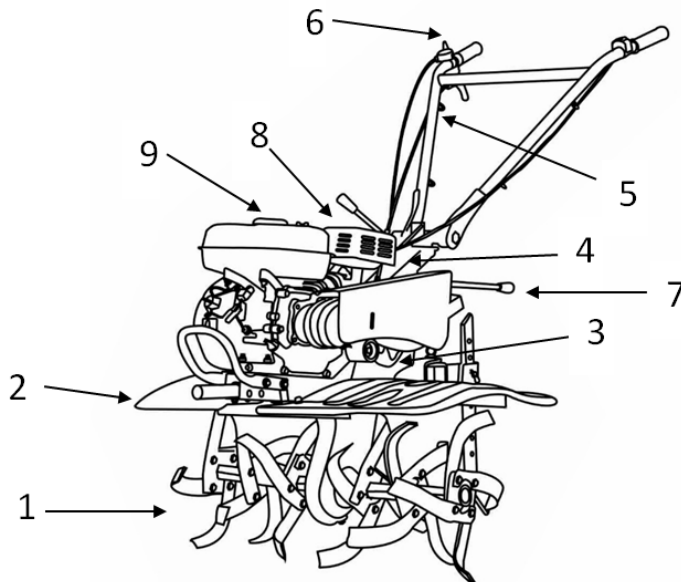

Рис. 1 Основные узлы и органы управления (вид справа)
Расположение основных узлов и органов управления представлено на Рис.1,2.
5. Установите правое и левое защитные крылья 2 (Рис. 1) и закрепите их болтами и гайками.